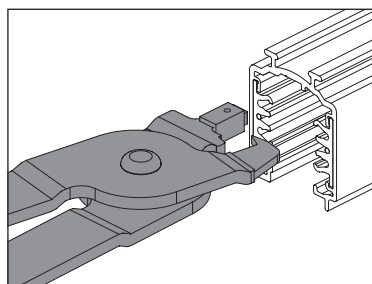

Fig. 4 Intestazione conduttori del binario
Le barre di binario di lunghezza 1-2-3-4 m vengono fornite con i conduttori di rame già incassati come prescritto dalla norma di sicurezza. Nel caso in cui si abbia la necessità di accorciare la lunghezza del binario in fase di installazione, dopo il taglio tilizzare la pinza speciale (S-9000/T(A) per 9000A...-ST, 9000-...R, 9000-...H - S-9000/T-TR per 9000-...TR) avendo cura di intestare i 4 conduttori (L1-L2-L3-N) di almeno 5 mm per garantire le corrette distanze elettriche in aria e superficiali (fig. 4 e 5).